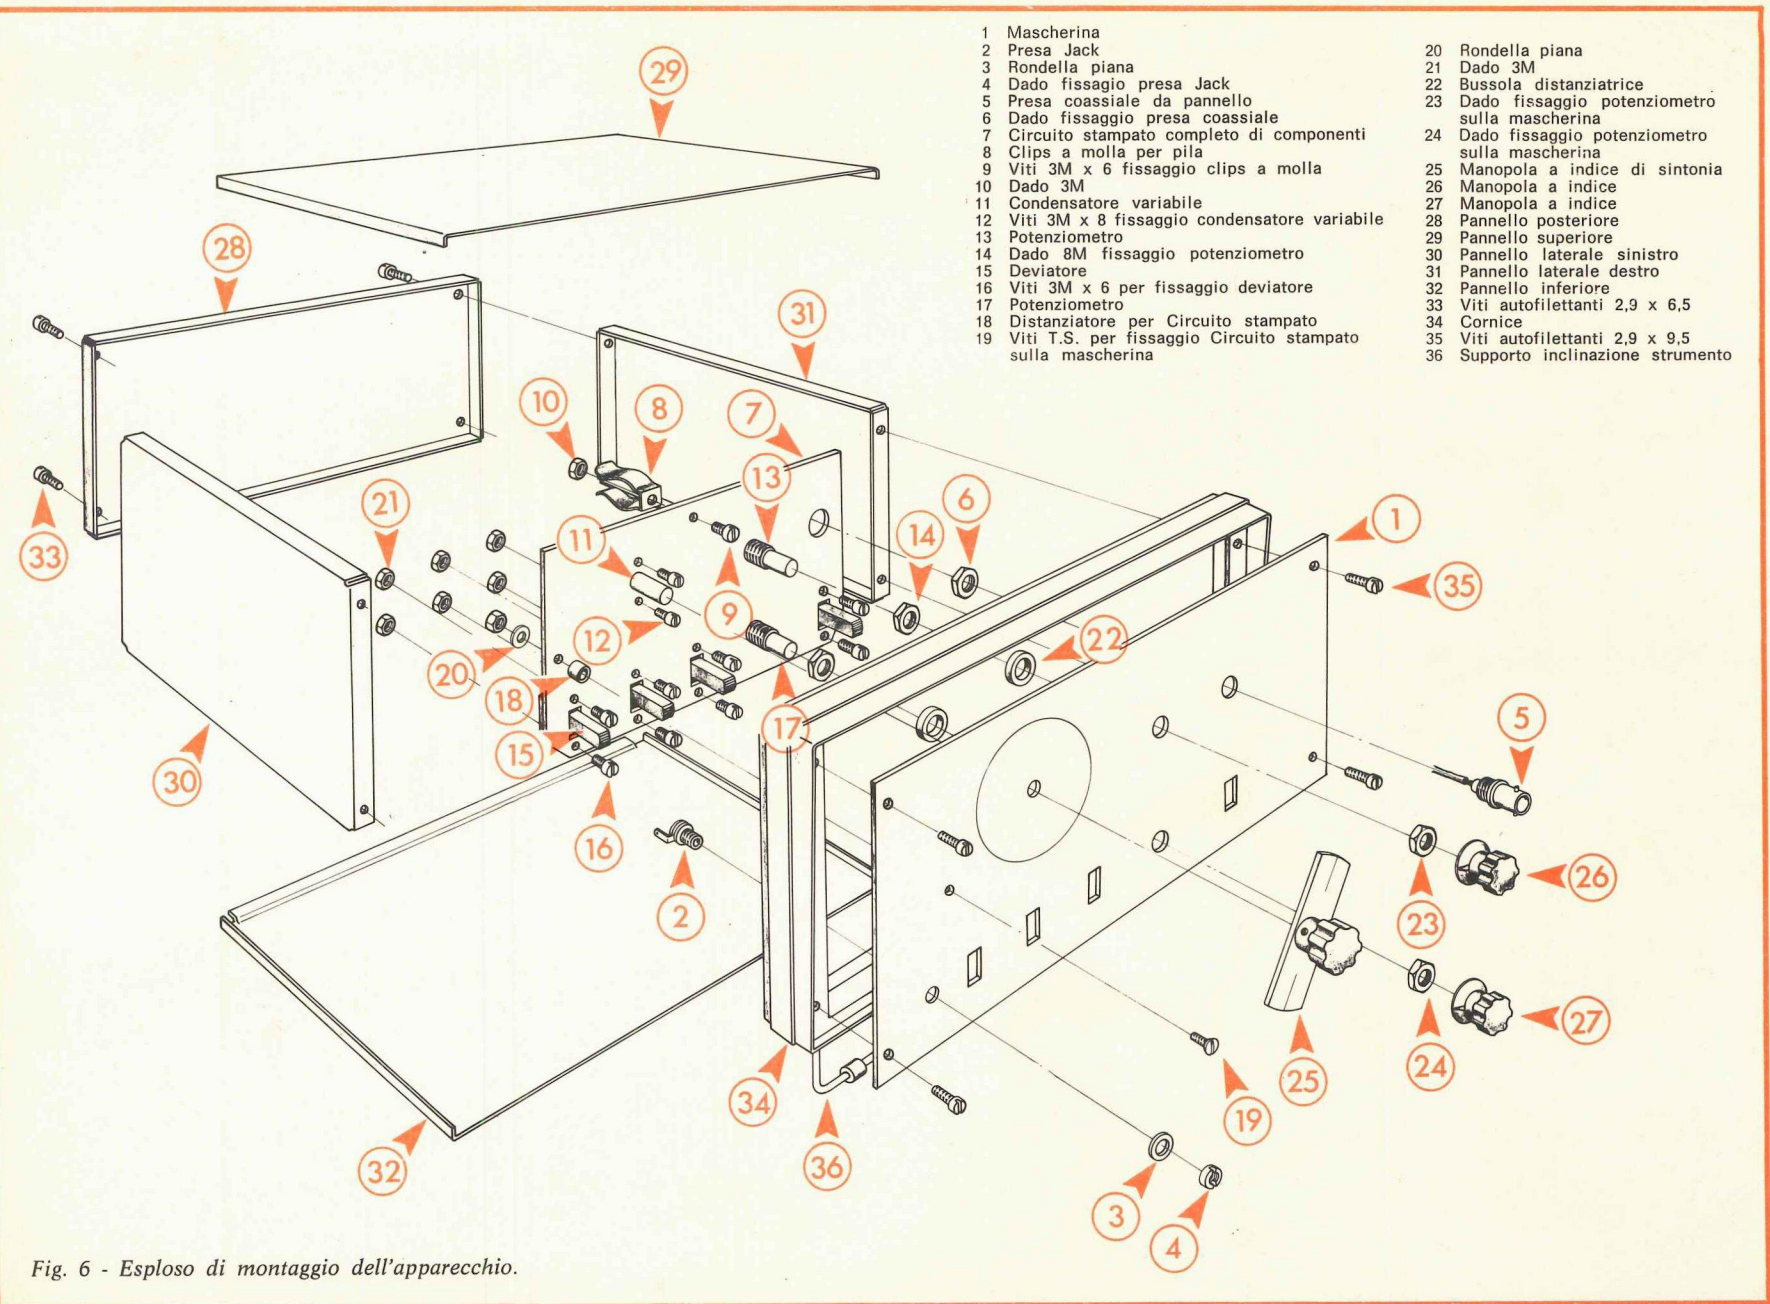

Fig. 6 - Esploso di montaggio dell'apparecchio.
2° FASE - Montaggio dei commutatori dei potenziometri e del condensatore variabile (fig. 5/b e fig. 6)
□ Montare il commutatore SW1. Tale commutatore (per la posizione dei commutatori far riferimento alla fig. 6) è un doppio deviatore. Il fissaggio sul circuito stampato va fatto con due viti 3M x 6 (16) e dadi 3M (21).
3° FASE - Montaggio del pannello anteriore (fig. 6)
Effettuata la taratura dello strumento si può procedere alla chiusura del contenitore nel seguente modo (fig. 6).